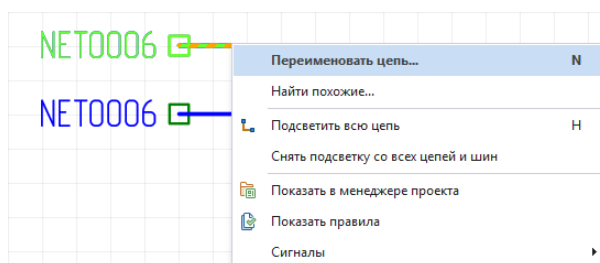

Рис. 130 Вызов инструмента «Переименовать цепь»
2. Выбрать инструмент «Переименовать цепь», либо воспользоваться "горячими клавишами", по умолчанию для данного действия задана "горячая клавиша" «N», см. Рис. 130.